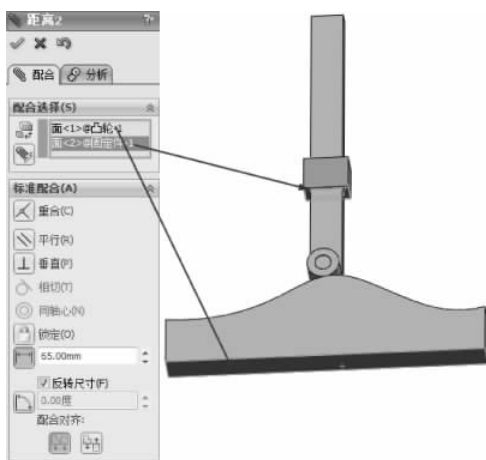

图 3-43 距离配合
(13) 选择【标准配合】选项组下的【距离】配合类型,在【要配合的实体】选择框中选择如图 3-43 所示的面,在【距离】数值框中输入 65.00mm,其他保持默认,单击【确定】按钮,完成距离配合。